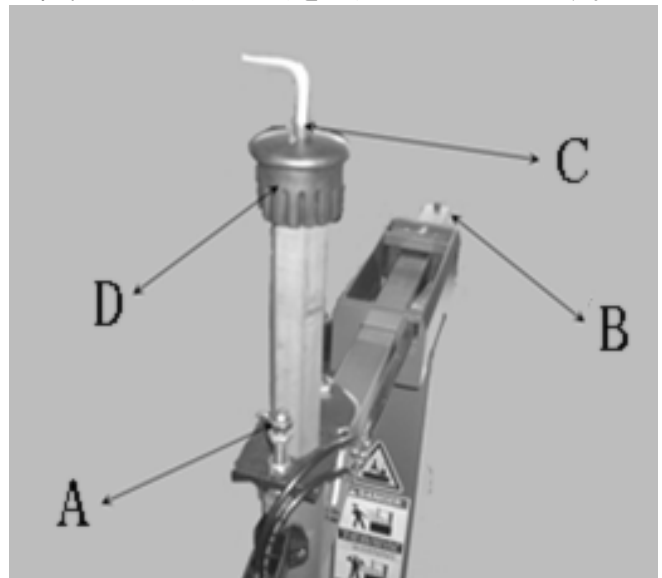

図 4-8
4.2.11 水平アーム保護カバーを取り付けます：前部のキャップナット(図 4-8A)、後端の保護固定ネジ(図 4-8 B)、垂直シャフト頂上のキャップの固定ネジ(図 4-8D)とキャップを外します。